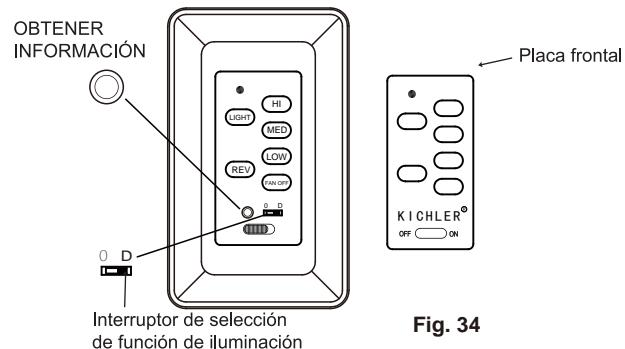

Fig. 34
ACTIVACIÓN DEL PROCESO DE OBTENER INFORMACIÓN (FIG.34)
1. Utilice un destornillador plano pequeño y retire suavemente la placa frontal de la parte superior del transmisor de pared. (Fig.34)
2. Una vez finalizada la instalación, encienda la CA y el INTERRUPTOR OFF  ON estará en posición ON dentro de los 30 segundos, oprima el botón LEARN (OBTENER INFORMACIÓN) durante 3 segundos. El ventilador se encenderá a velocidad media y se encenderá la luz (si estuviera instalada). Esto confirma que la configuración de SINCRONIZACIÓN INTELIGENTE está activa y funciona de manera adecuada. (Fig.34)
INTERRUPTOR DE SELECCIÓN DE FUNCIÓN DE ILUMINACIÓN (Fig.34)